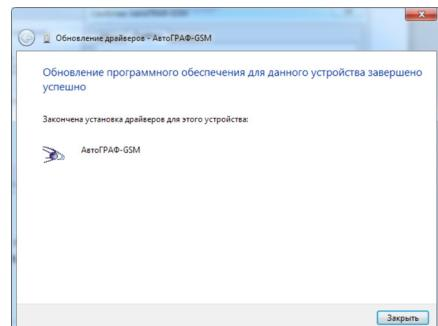

Рис.4
**6.** После завершения установки драйверов система распознает подключенное устройство (Рис.4).